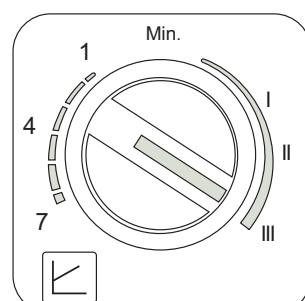

fig. 18
- Impostazione Velocità fissa (fig. 18)